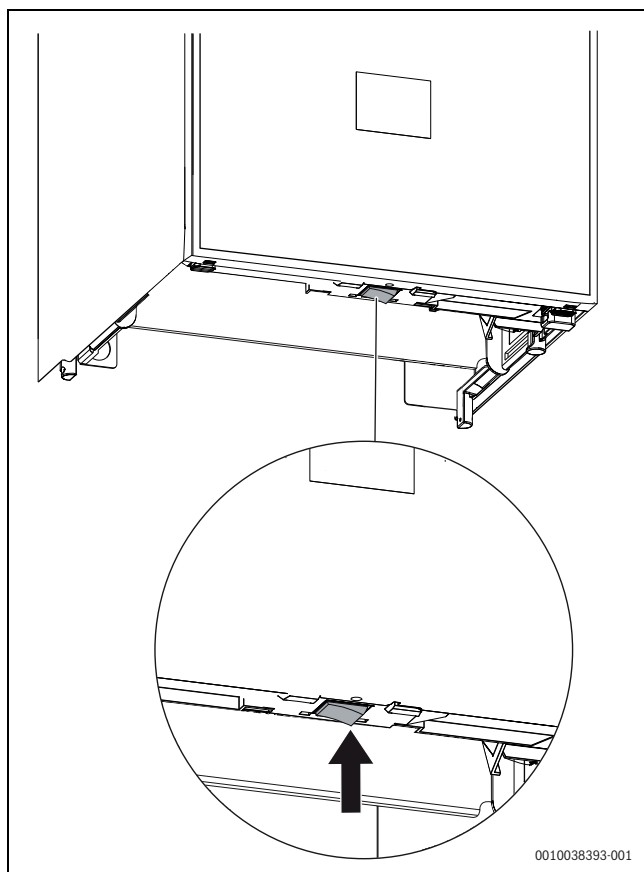

Fig. 1 Interruttore On/Off
► Spegnere l'apparecchio dall'interruttore on/off (→ fig. 1).